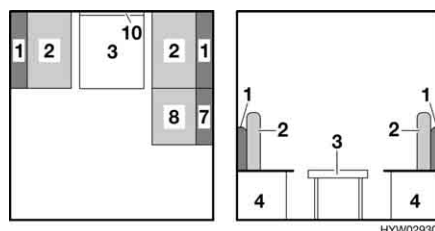

Fig. 53 Durante la trasformazione
- Agganciare il piano del tavolo nella guida di supporto inferiore (Fig. 53,10) con un angolo di 45° e deporlo sul pavimento con i puntelli.